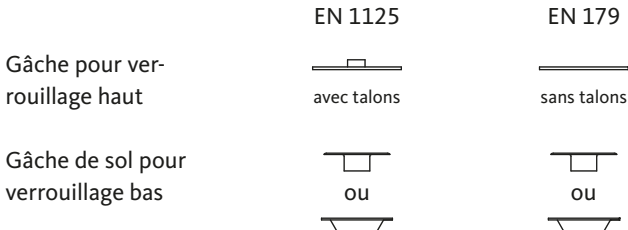

Fig. 2 : contours de gâche autorisés
- En raison des différentes constructions de l'huisserie, il est possible que la gâche ne puisse être livrée en usine. Il relève ici de la responsabilité de l'installateur de concevoir et d'installer, si nécessaire, une solution équivalente sur le plan technique en accord avec le fabricant de portes. Voir à cet effet les contours de gâche autorisés (Fig. 2) !